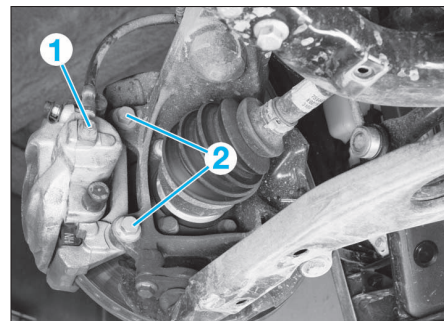

FIG. 10
- Débrancher le flexible (1) de frein de l'étrier (Fig.10).
- les vis du support de l'étrier (2) (Fig.10).